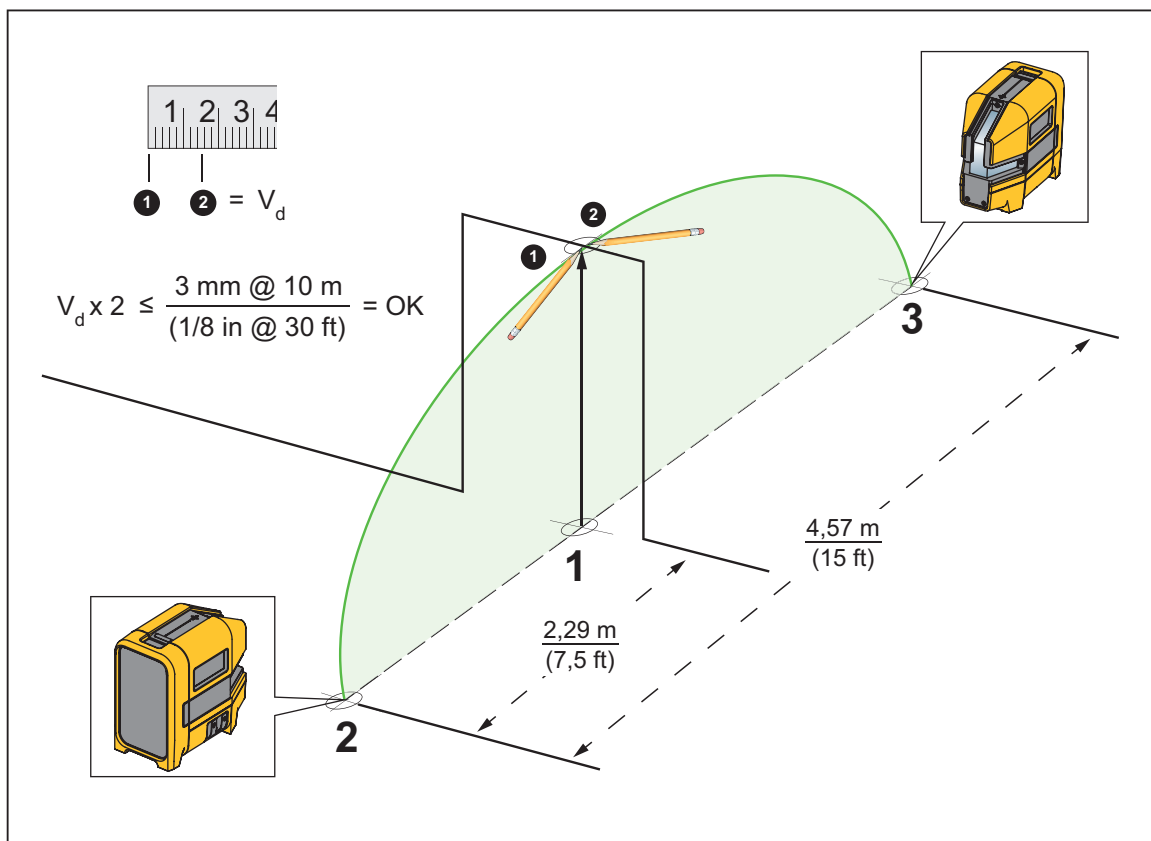

Figure 9. Précision du laser vertical
3. Tracez une croix (repère 1) au sol, centrée sur le repère du linteau de porte. Voir la figure 9.
7. Tracez une croix ① sur le linteau de porte au-dessus du repère 1.
9. Tracez une autre croix ② sur le linteau de porte au-dessus du repère 1.